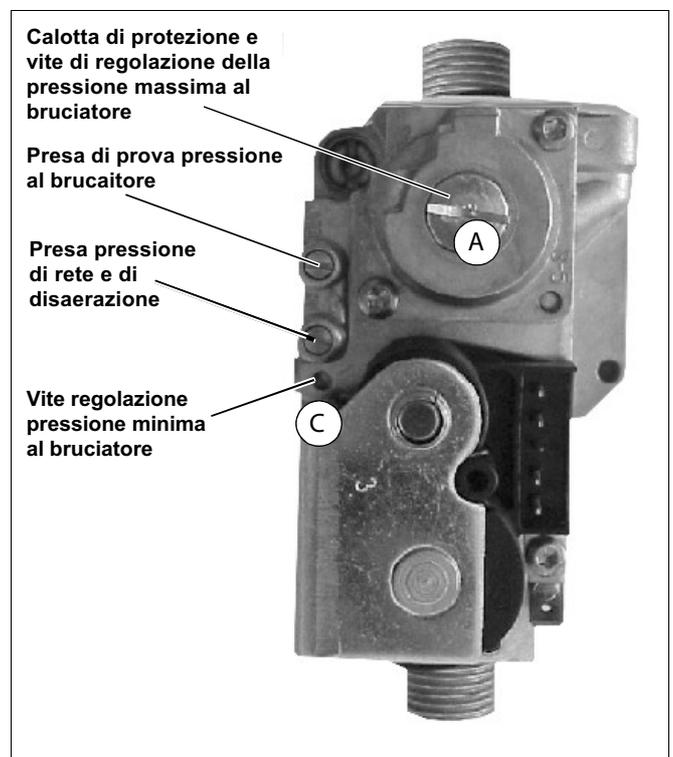

Fig. 54 Valvola del gas.
- Aprire la presa di pressione di rete (fig. 54) sulla valvola del gas e collegare il manometro ad "U".
- Aprire la presa di pressione al bruciatore (fig. 54, sopra la valvola e collegare il manometro ad "U".